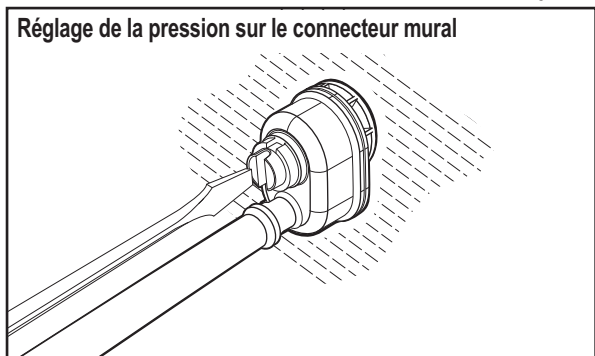

Figure 2
1. **ALLUMEZ** la pompe du système de filtration, puis **ALLUMEZ** le surpresseur. Lisez la pression sur le manomètre relié au connecteur du robot nettoyeur. Utilisez un tournevis à tige plate pour régler le bouton de connexion rapide (voir la figure 2) jusqu'à ce que la pression atteigne 25 PSI (+/- 5 PSI) (1,7 Bar +/- 0,3 Bar).